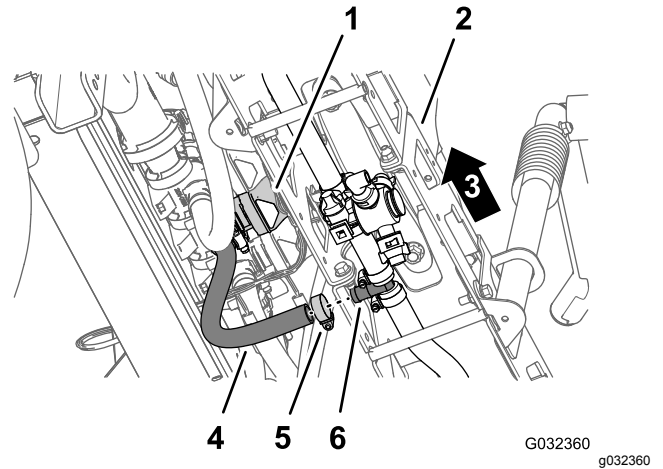

Figura 48
5. En la sección de brazo central, retire la abrazadera que sujeta la manguera de suministro de la sección de brazo al acoplamiento en T dentado (Figura 48).